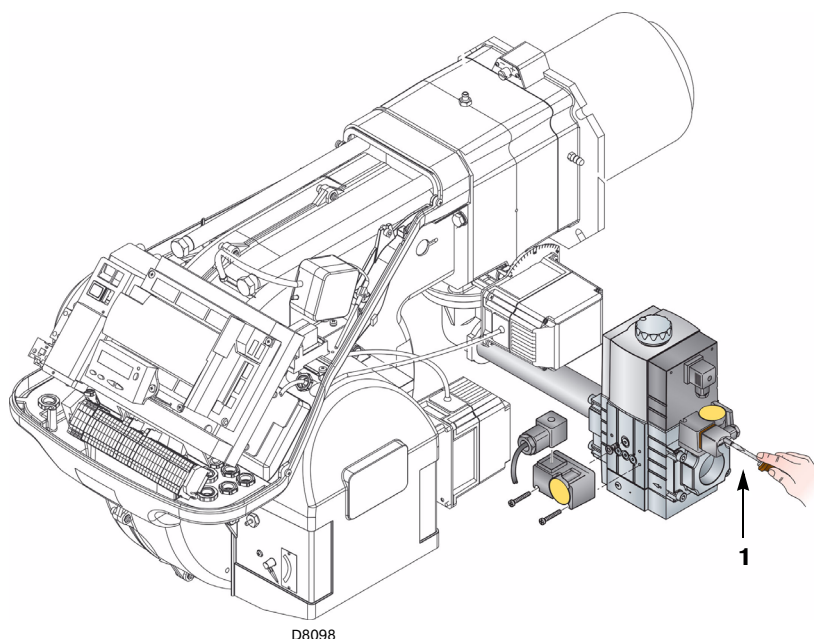

Рис. 27
- Контролировать давление подачи газа, подсоединив манометр к штуцеру давления 1) (Рис. 27) реле минимального давления газа: оно должно быть ниже заданного максимального давления газовой рампы, указанного на щитке с характеристиками.
- Выпустить воздух из труб газовой рампы, соединив пластмассовую трубу со штуцером давления 1) (Рис. 27) реле минимального давления газа. Вывести наружу здания выпускную трубу, пока не появится запах газа.